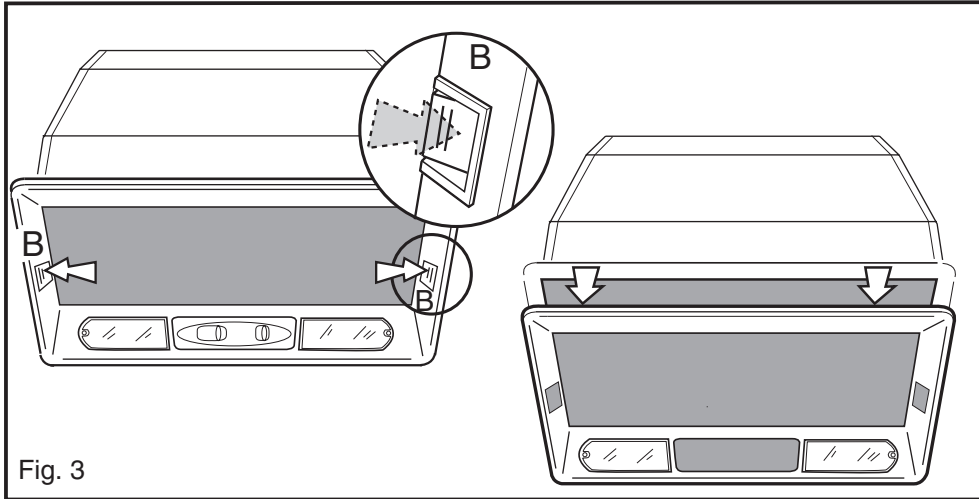

Fig. 3
Knoepfe B (Bild 3) und ziehen sie den Traeger heraus
- c) Entfernen sie den Rahmen mit dem Druck auf die Knoepfe B (Bild 3).
Pull down the handle and pull out the metal fat filter. If you wish to remove the fat filter support, press both buttons B (Figure 3) and pull out the support.